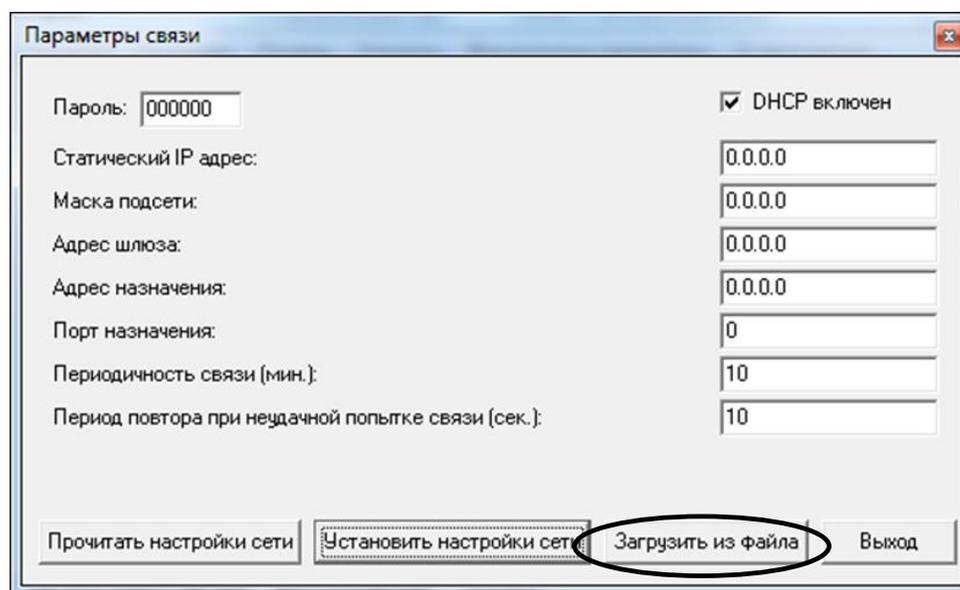
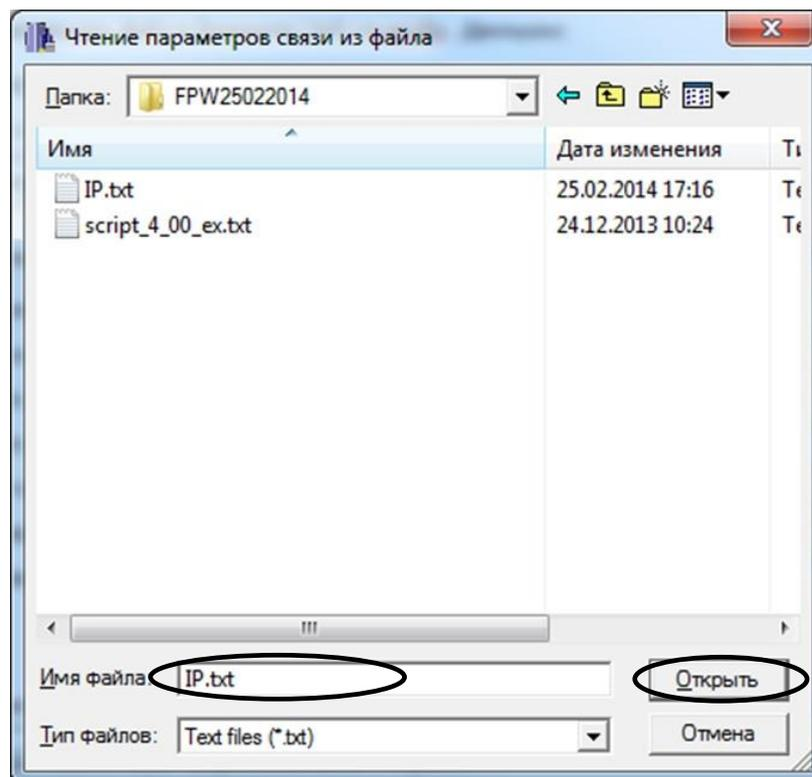

Рисунок 32
Рисунок 34
У вікні «Параметры связи» з'являться параметри налаштування запрограмовані у пам'ять реєстратора (рисунок 32).
6.1.7 Для завантаження параметрів із текстового файлу натиснути кнопку «Загрузить из файла» (рисунок 32). У вікні, що з'явиться обрати файл з параметрами зв'язку реєстратора (рисунок 34). Натиснути «Открыть».